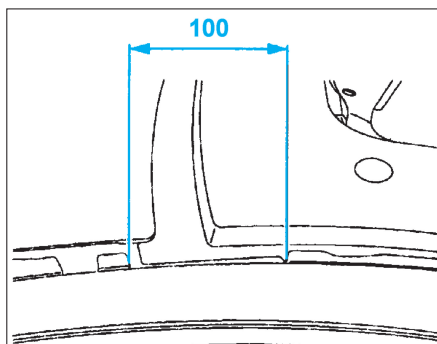
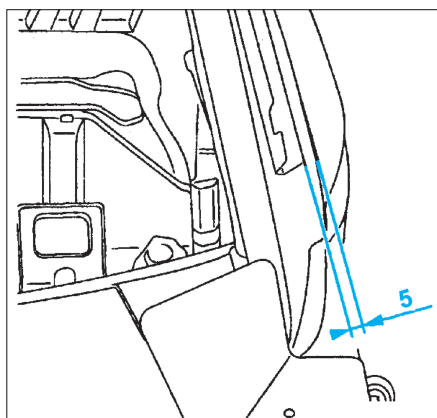

FIG. 58
FIG. 59
- Poser le support latéral d'enjoliveur de pare-brise et vérifier la cote (Fig.58) et (Fig.59).